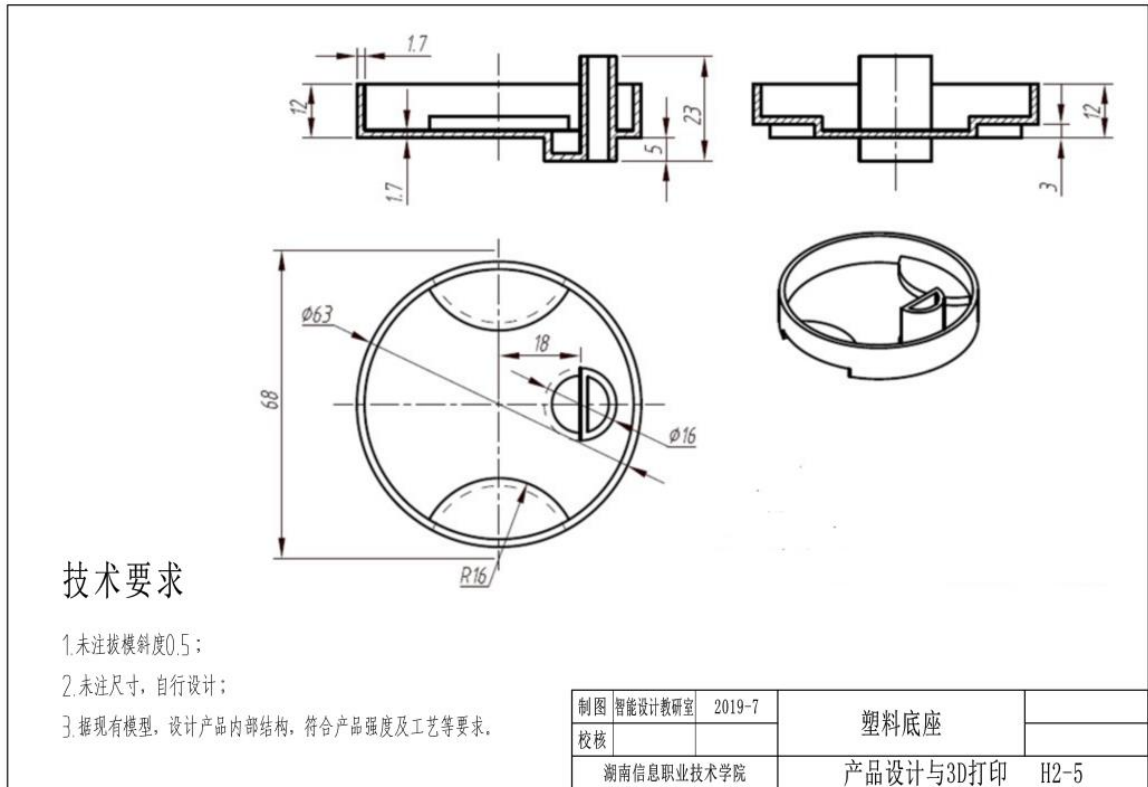

图 2-2-5 塑料底座
任务 1：按照图 2-2-5 的要求，对塑料底座零件进行产品造型、结构设计与
- 2) 根据图 2-2-5 对塑料底座零件进行造型。设计产品内部结构，符合产品强度及 3D 打印工艺等要求。